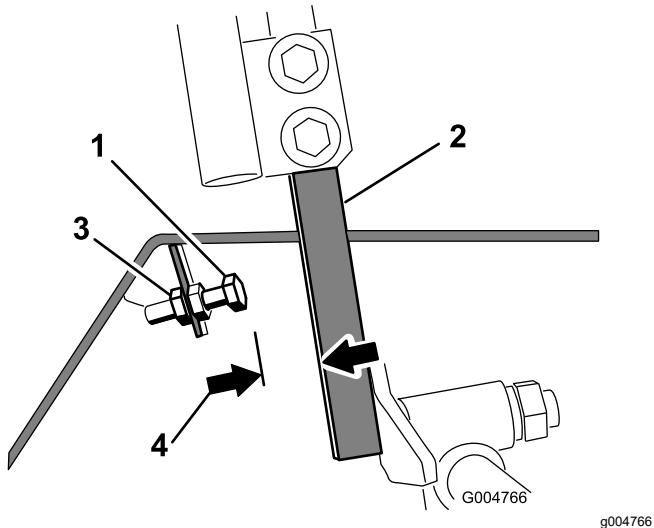

Figura 55
4. Afloje la contratuerca del perno de tope de una palanca de control (Figura 55).